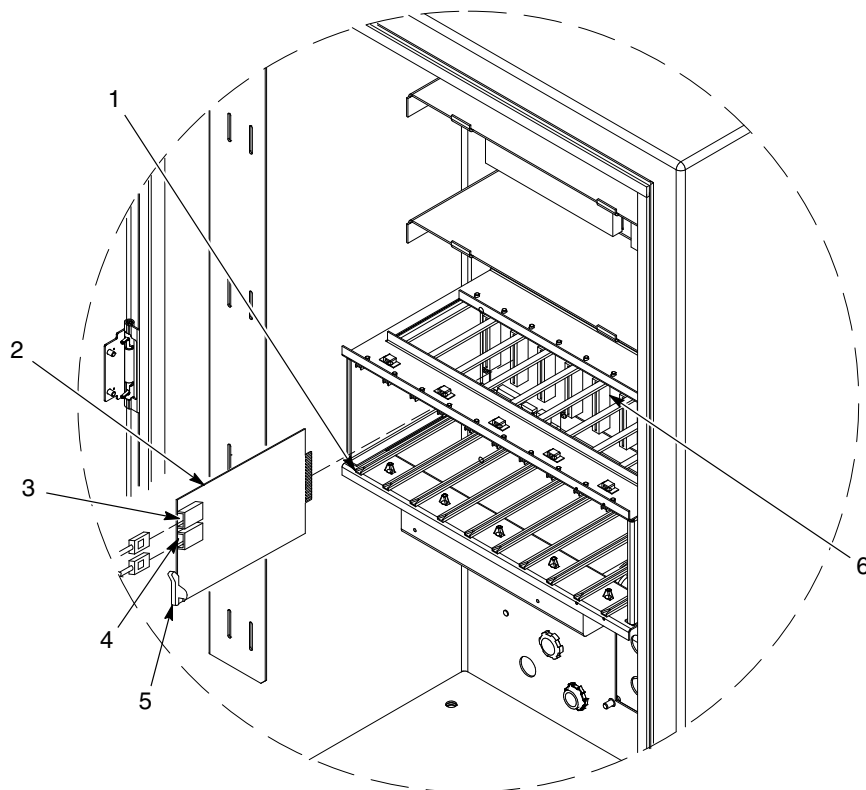

Bild 5-3 Byte av styrkort för pistoler
Se bild 5-3. Styrkort för pistoler (2) sätts in i racken från vänster till höger. Varje kort styr 2 pistoler: kortets nedre kontakt är för pistoler med udda nummer, den övre kontakten för pistoler med jämnt nummer.